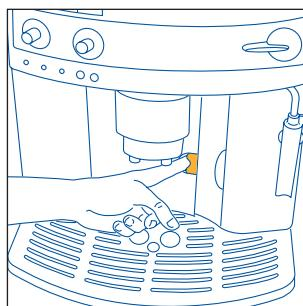

Рис. 15
ПРИМЕЧАНИЕ 7: кофеварка подсчитывает количество чашек воды, которые были приготовлены. Каждые 14 маленьких чашек (или 7 больших)  загорается индикатор (гл. 12, пункт 3), предупреждая, что кассета для кофейной гущи заполнена и ее необходимо вытряхнуть и прочистить. До очистки кассеты для гущи лампа остается горящей, а кофеварка больше не готовит кофе. Для того, чтобы произвести очистку, откройте дверцу для обслуживания, расположенную в передней части, потянув за специальную ручку, рис. 15; загорится мигающий индикатор  , см. пар.12, п. 9, затем извлеките ванночку для сбора воды, рис. 16, слейте и очистите ее.
- откройте дверцу для обслуживания, рис. 15;